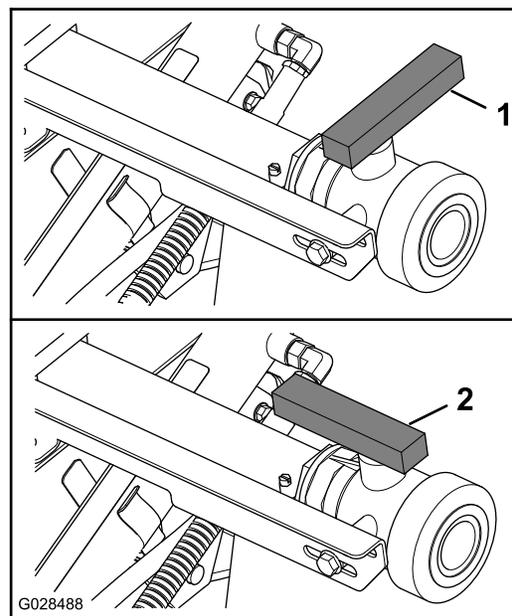

Рисунок 73
3. Откройте клапан для слива всего неиспользованного материала из бака (Рисунок 73).
4. Закройте сливной кран (Рисунок 73).